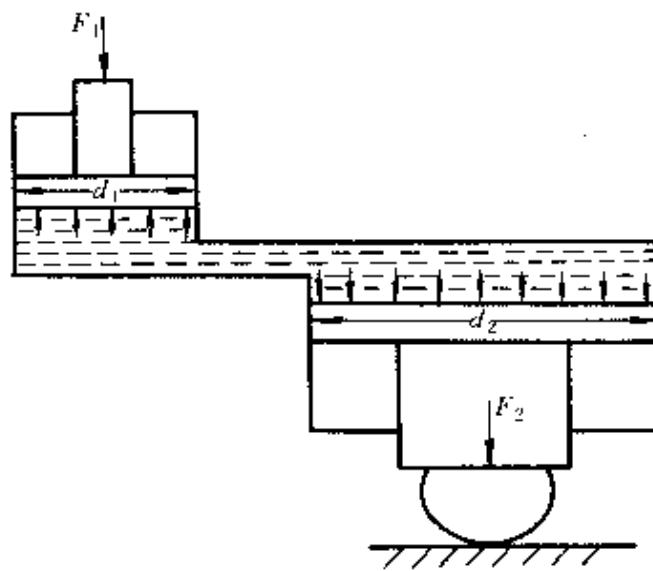

图 1-13 手动油压机原理图
**例 8** 在图 1-13 中, 已知  $d_1 = 5 \text{ cm}$ ,  $d_2 = 50 \text{ cm}$ ,  $F_1 = 980 \text{ N}$ , 求最大压制力  $F_2$  是多少?